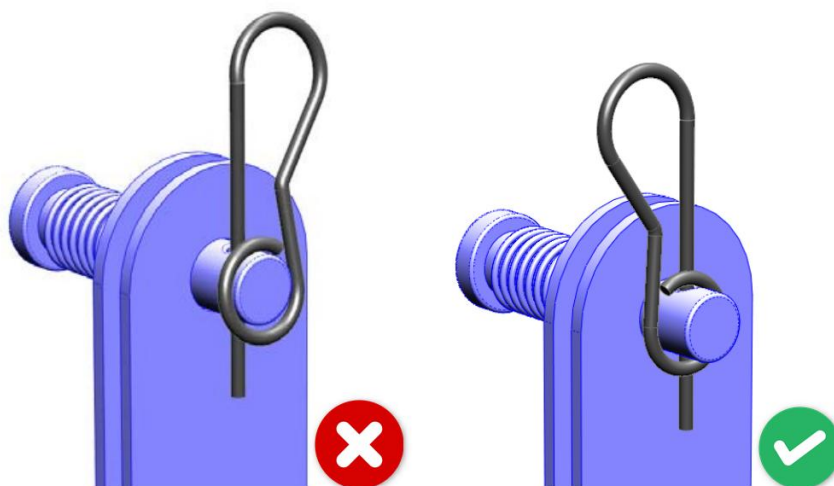

Fig. 13
9. Para fijar correctamente el pasador, coloque el clip como se muestra en la Fig. 13.